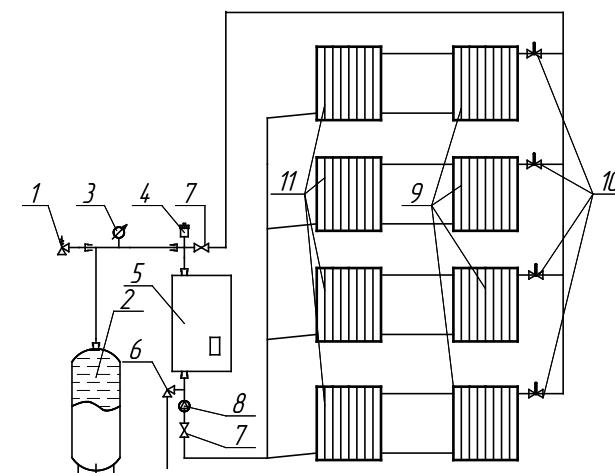

Рисунок 4
5.9 Внимание! При эксплуатации прибора запрещается полностью или частично перекрывать шаровые вентили на входе и выходе из котла (см. рисунок 4).
6.2.3 Автоматический воздухоотводчик рекомендуется в соответствие с рис. 4 размещать в самой верхней части трубопровода на выходе из котла. Растворимость газов минимальна при высоких температурах, и при таком расположении воздухоотводчика деаэрация теплоносителя будет наиболее быстрой и полной. Отсутствие растворенного в теплоносителе кислорода резко снижает коррозию контактирующих с ним внутренних поверхностей прибора и других элементов отопительной системы.